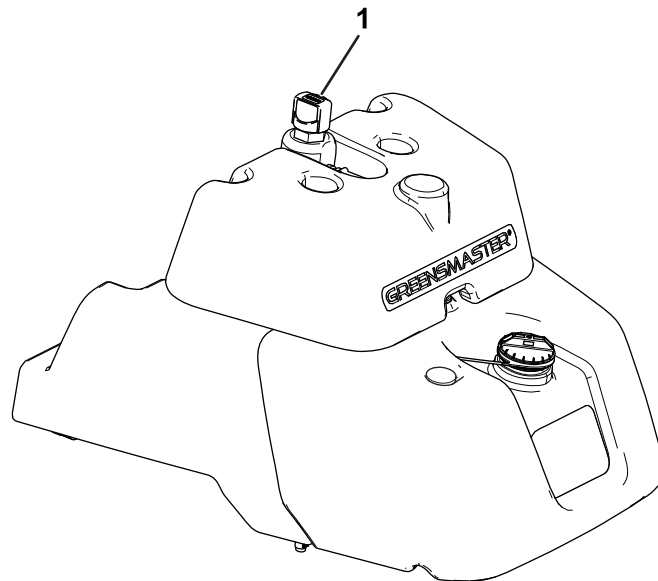

Bild 43
- Wenn der Behälter kein Schauglas hat, ermitteln Sie den Peilstab an der Oberseite der Haupthydraulikbehälter (Bild 43) und gehen Sie auf Schritt 3.